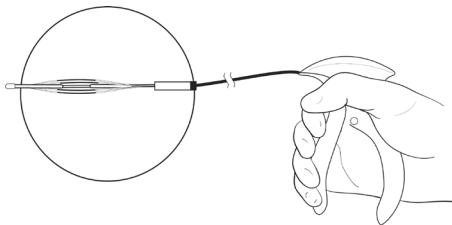

Figure 5 : Ensemble d'électrodes du cathéter Alair détendu
7. Détendre l'ensemble d'électrodes en relâchant la poignée avant. Voir Figure 5. Ne pas utiliser le cathéter si l'ensemble d'électrodes ne se déploie ou ne se détend pas correctement.